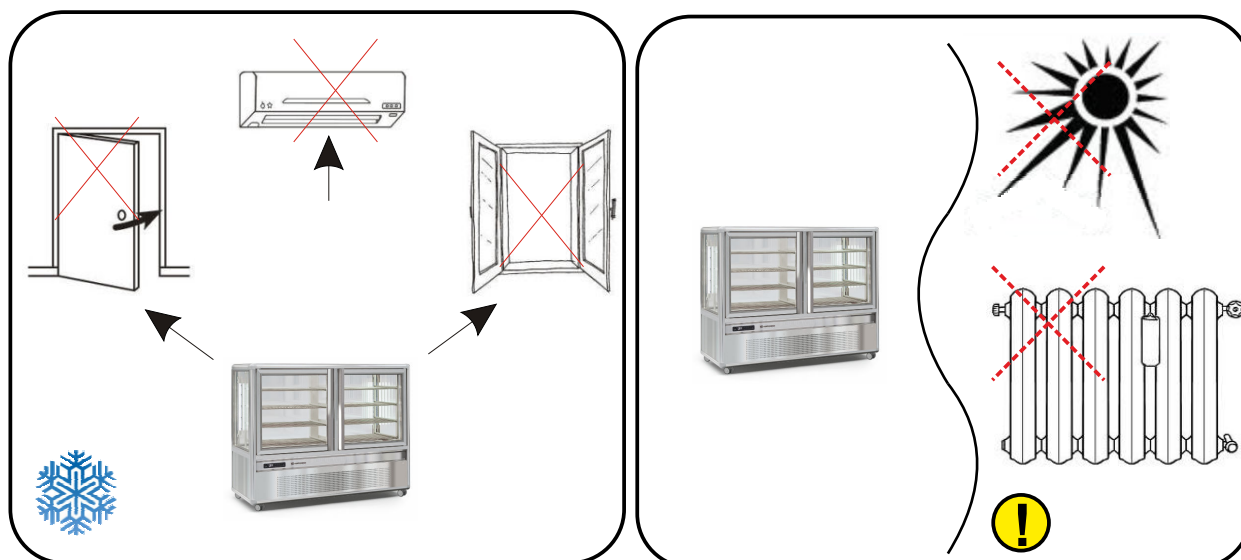

Fig.2
1. Togliere l'alimentazione. 2. Svitare le viti di fissaggio del portalamпада superiore. 3. Staccare il portalamпада superiore dal tubo fluorescente con il trasparente di protezione. 4. Sfilare il tubo dal portalamпада inferiore. 5. Togliere il tubo trasparente di protezione. 6. Sostituire il tubo fluorescente. 7. Ripristinare tutto procedendo in senso inverso (Vedi Fig. 2).
1. Switch off the appliance. 2. Undo the screws which hold the top lamp socket in place. 3. Detach the fluorescent tube with its protective cover from the top lamp socket. 4. Take the tube out of the bottom lamp socket. 5. Remove the protective cover. 6. Replace the fluorescent tube. 7. Reassemble by following the above instructions in reverse order (see figure 2)..
1. Strom wie abschalten. 2. Die Befestigungsschrauben der oberen Lampenfassung entfernen. 3. Die Leuchtstoffröhre zusammen mit der durchsichtigen Schutzröhre von der oberen Lampenfassung lösen. 4. Die Röhre aus der unteren Lampenfassung herausziehen. 5. Die durchsichtige Schutzröhre entfernen. 6. Die Leuchtstoffröhre ersetzen. 7. Alles in umgekehrter Reihenfolge wieder zusammensetzen (siehe Abbildung 2).
1. Schakel de elektriciteit. 2. Schroef de schroeven los waarmee de bovenste lamphouder vastzit. 3. Maak de bovenste lamphouder los van de tl-buis voorzien van een doorzichtige bescherming. 4. Haal de lamp uit de onderste lamphouder. 5. Verwijder de doorzichtige beschermbuis. 6. Vervang de tl-buis. 7. Zet alle onderdelen in de juiste volgorde weer in elkaar (zie fig. 2).
1. Desligue a alimentação. 2. Desaperte os parafusos de fixação do suporte da lâmpada superior. 3. Desengate o suporte da lâmpada superior do tubo fluorescente com o transparente de protecção. 4. Extraia o tubo do suporte da lâmpada inferior. 5. Tire o tubo transparente de protecção. 6. Substitua o tubo fluorescente. 7. Volte a montar o conjunto procedendo na ordem inversa (ver a Fig. 2).
1. Koppla ifrån strömmen. 2. Lossa fästskruvarna på den övre lamphållaren. 3. Dra loss den övre lamphållaren från lysröret med genomskinligt skyddsrör. 4. Dra ur röret från den nedre lamphållaren. 5. Ta bort det genomskinliga skyddsröret. 6. Byt lysrör. 7. Sätt tillbaka på samma sätt, men i omvänd ordning (fig.2)
1. Afbryd for elektriciteten. 2. Fjern skrueerne fra den øverste fatning. 3. Løsgør den øverste fatning fra lysstofrøret med det gennemsigtige beskyttende rør. 4. Fjern røret fra den nederste fatning. 5. Fjern det gennemsigtige beskyttende rør. 6. Udskift lysstofrøret. 7. Montér alle dele i modsat rækkefølge (Jvf. fig.2)
1. Schakel de elektrische voeding. 2. De schroeven voor de vasthechting van de bovenste lampenhouder losdraaien. 3. Verwijder de bovenste lampenhouder van de tl-buis met transparante beschermhuis. 4. Haal de lamp uit de onderste lampenhouder. 5. Verwijder de transparante beschermhuis. 6. Vervang de tl-buis. 7. Breng alles in de oorspronkelijke staat terug, door in omgekeerde volgorde te werk te gaan (zie fig.2)